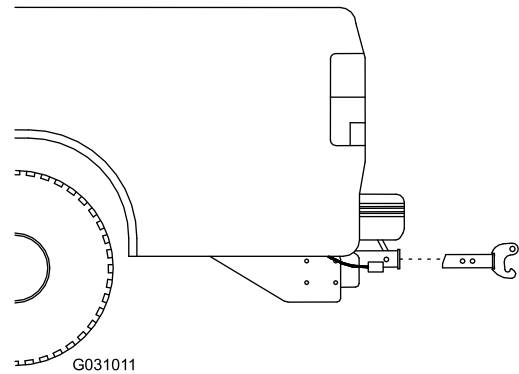

**Bild 9**
1. Befestigen Sie den D-Ring am Ende des Spanngurts mit einer Schraube (1/2"), Unterlegscheibe (1/2") und einer Sicherungsmutter (1/2") an den oberen Befestigungslöchern außen am Rahmen des Streuers und ziehen Sie die Schrauben auf ein Drehmoment von 76 N·m an, wie in Bild 9 dargestellt.